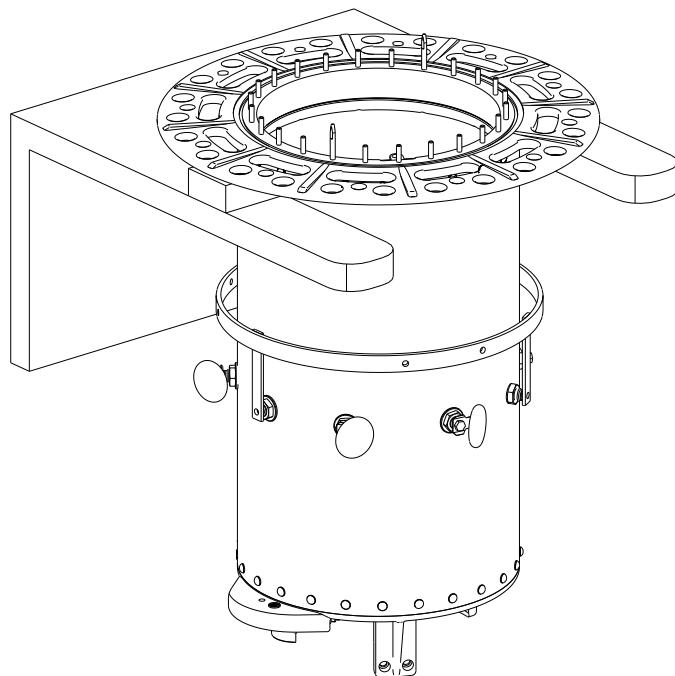

图 5-17
2. 利用支撑法兰上的安装孔，将分接开关临时固定在支架上。必要时在临时支架与支撑法兰之间放入临时调整垫块，调整分接开关的安装高度到分接开关最终安装位置。变压器钟罩式箱盖安装前须撤出垫块（图 5-17）。